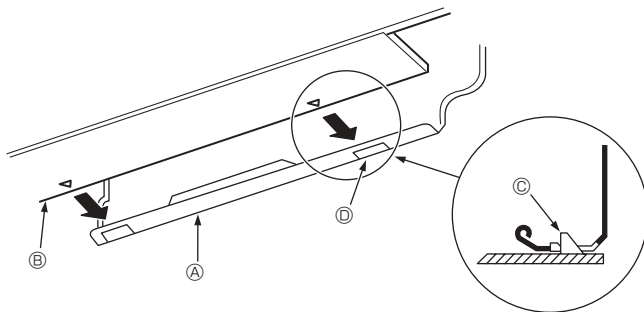

Fig. 3-12
3. Lors de l'insertion de la tuyauterie de réfrigérant et du tuyau d'écoulement dans le trou de pénétration dans le mur (manchon de pénétration), accrocher le haut de l'appareil intérieur au panneau de montage ①.
5. Fixer en poussant la partie inférieure de l'appareil intérieur sur la planche d'installation ①. (Fig. 3-12)